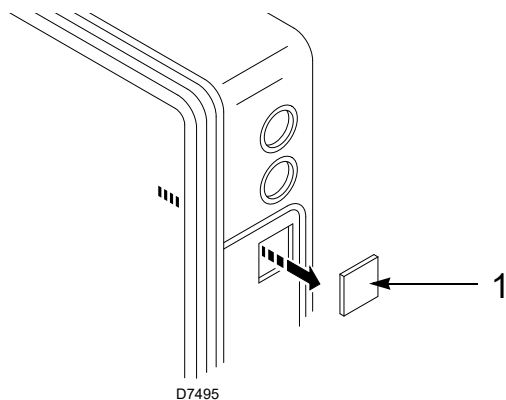

Fig. 1
- Tirar o rectângulo pré-cortado 1)(Fig. 1) situado na tampa anterior do queimador, tomando cuidado com o contacto XP2 situado no interno.